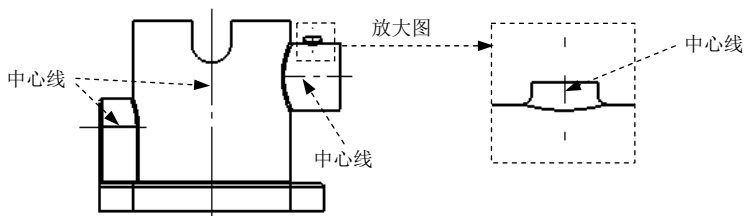

图 6.2.6 自动创建中心线
(1) 选择命令。选择下拉菜单 **文件(F)** → **新建(N)...** 命令, 系统弹出“新建 SOLIDWORKS 文件”对话框。
(2) 选择新建类型。在“新建 SOLIDWORKS 文件”对话框中选择“工程图”选项, 单击 **确定** 按钮, 系统进入工程图环境, 且在图形区左侧显示“模型视图”对话框。
Step4. 创建视图。在 **方向(O)** 区域中单击“下视”按钮 , 在图形区单击放置视图, 如图 6.2.6 所示。